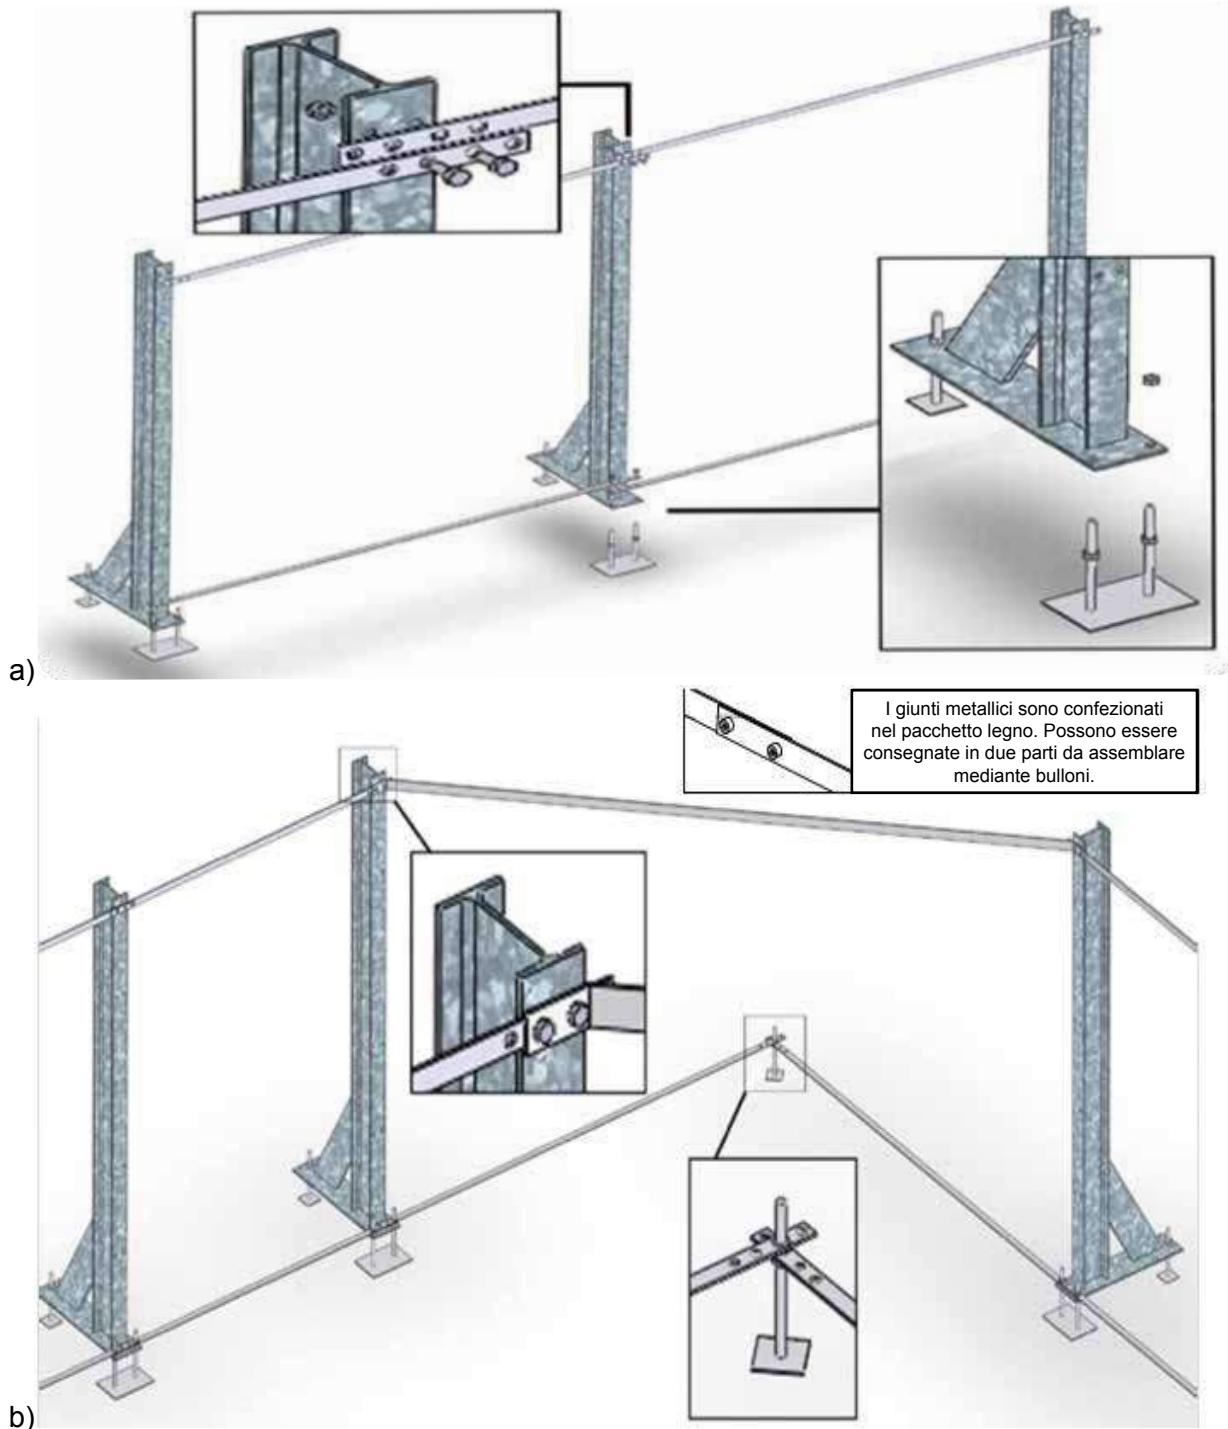

Figura 3 – a e b – Assemblaggio dei giunti sui pali di fondazione
La struttura metallica di rinforzo è costituita da pali tenuti tra loro da placche nella parte bassa e nella parte alta (*Figura 3*). Osservare come queste parti si sovrappongono per consentire il corretto posizionamento della struttura. I giunti alti saranno smontati una volta completata al colata della platea.
Installare i pali di fondazione in ciascuna delle 8 posizioni, dopo averle pre-attrezzate con martinetti (*Figura 3*). Utilizzare 8 cilindri doppi e 12 cilindri singoli e 56 dadi di diametro 10 mm (sacchetto A), i dadi superiori devono essere montati dopo aver regolato l'altezza dei dadi inferiori.
Questi pali sono collegati tra loro nella parte bassa da 12 piastre (B) da 1,6 m bloccate in 2 punti. Lo scarto tra ciascun palo è determinato da tali piastre: deve essere di 1,5 m. Nella parte alta, sono collegati da 4 piastre (B) da 1,6 m (identiche alle piastre di collegamento nella parte bassa) e da 4 piastre (C) da 2,253 m negli angoli (viteria del sacchetto X, cfr *Figura 3*).
Le piastre presentano quattro fori alle estremità. Nella parte bassa si utilizzeranno le forature esterne per fissarle, mentre nella parte alta si utilizzeranno le forature interne (*Figura 3*).